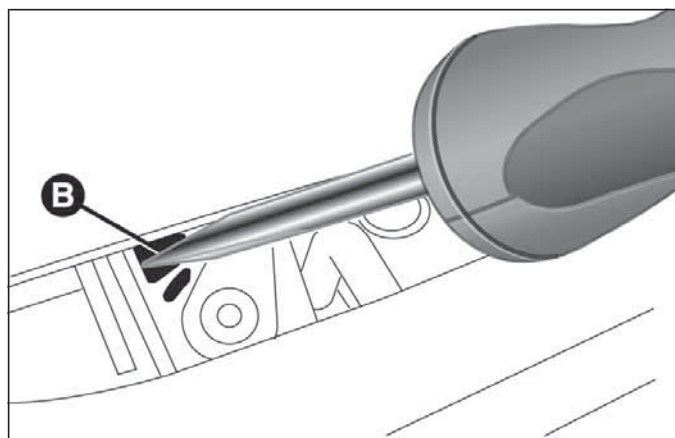

fig. 81
- ☐ introducir a continuación el destornillador en el alojamiento B fig. 81 para extraer la lengüeta de desbloqueo del maletero.